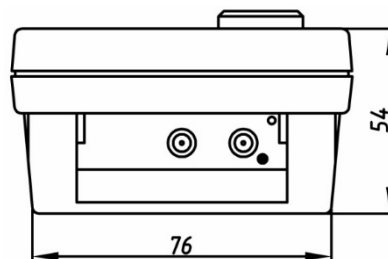

Рисунок 2.2 Вид сверху электронного блока толщиномера UT-4DL
- *вторым действием*, необходимо перезагрузить процессор прибора нажатием кнопки RESET тонким предметом из диэлектрика, например, зубочисткой (отверстие кнопки системного сброса RESET находится в правом верхнем углу верхней заглушки корпуса – рисунок 2.2 Приложения 2).